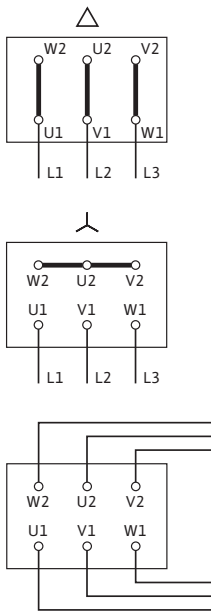

Fig. 8: Nätanslutning
- Nätanslutningen till uttagsplinten är beroende av motoreffekten  $P_2$ , nätspänningen och tillslagstypen. Nödvändiga byglingar i kopplingsboxen beskrivs i tabellen och i fig. 8.